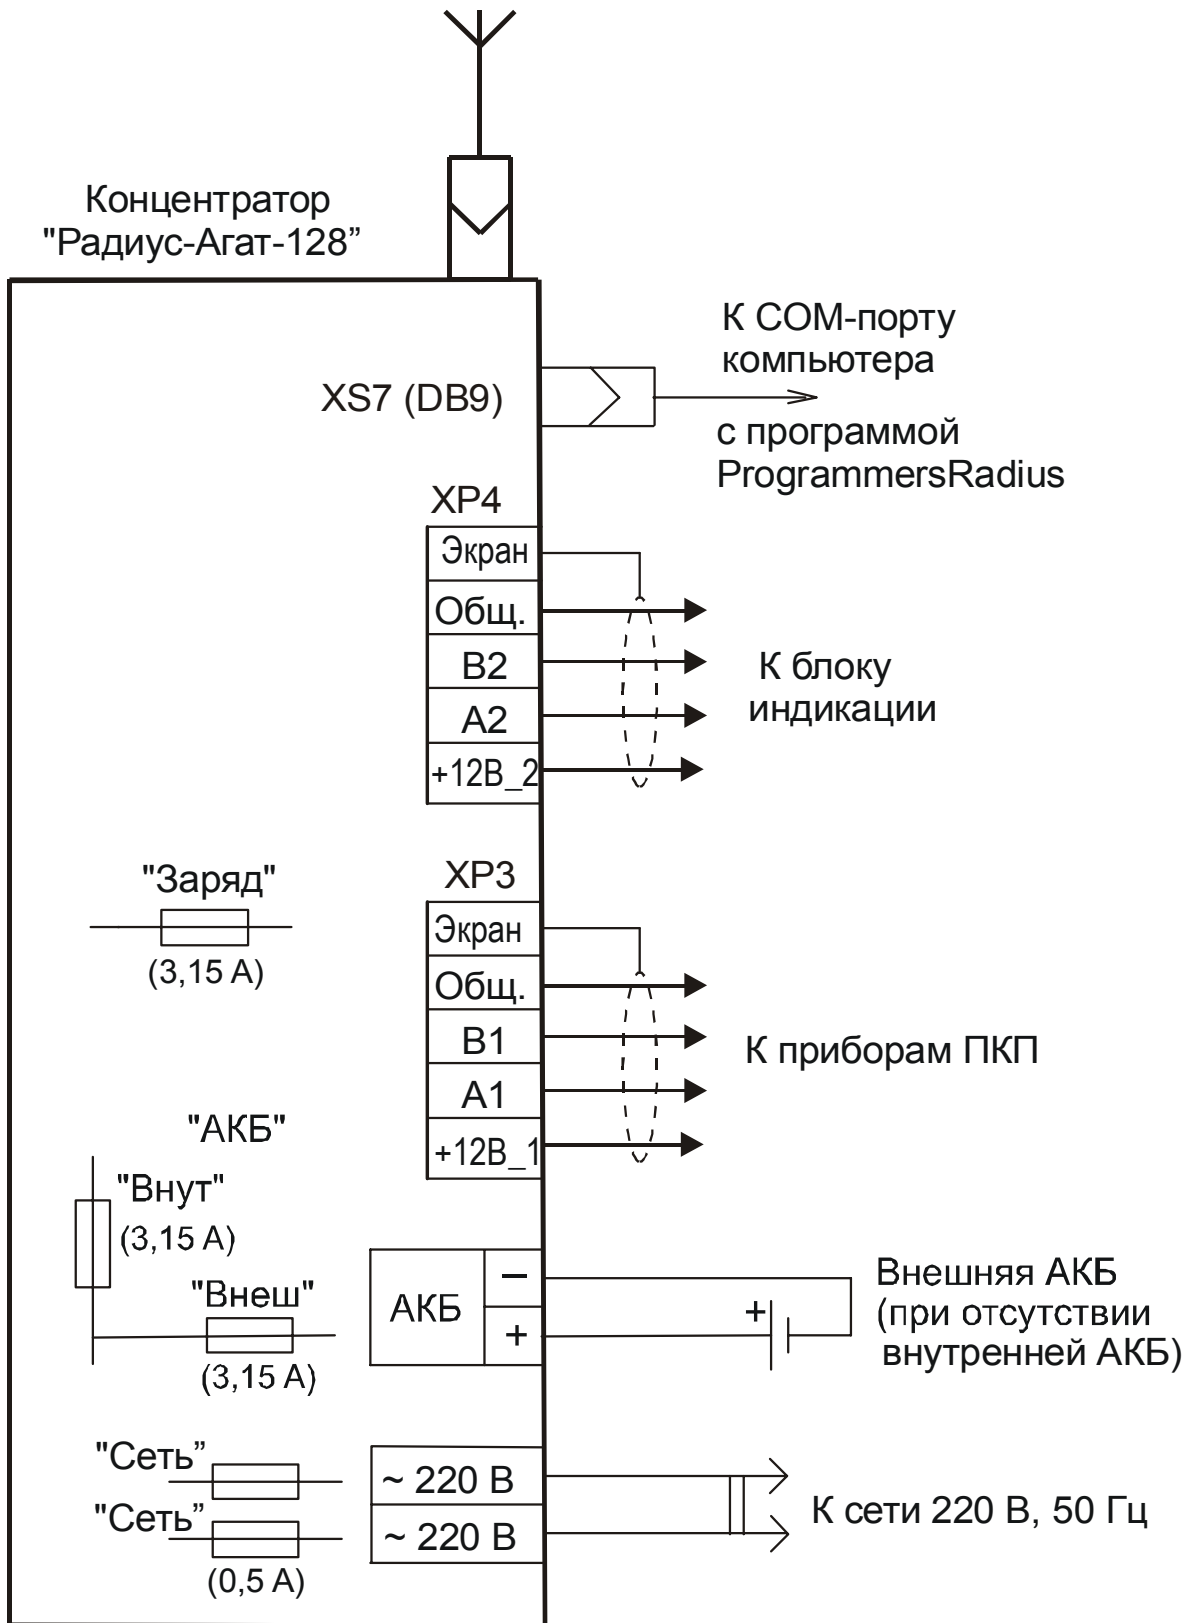

Рисунок 5 - Схема подключения концентратора "Радиус-Агат-128"
4) В промышленных условиях, тяжелых в плане электромагнитного шума, рекомендуется применять экранированный кабель с витой парой. Экран, охватывающий проводники линии, защищает их от паразитных емкостных связей и внешних магнитных полей. Экран следует заземлять только в одной из крайних точек линии, например, на концентраторе, используя клемму «Экран» (см. рисунок 5). Заземление в нескольких точках недопустимо: из-за разности потенциалов местных "земель" по экрану могут протекать существенные токи, которые будут создавать наводки на сигнальные проводники.